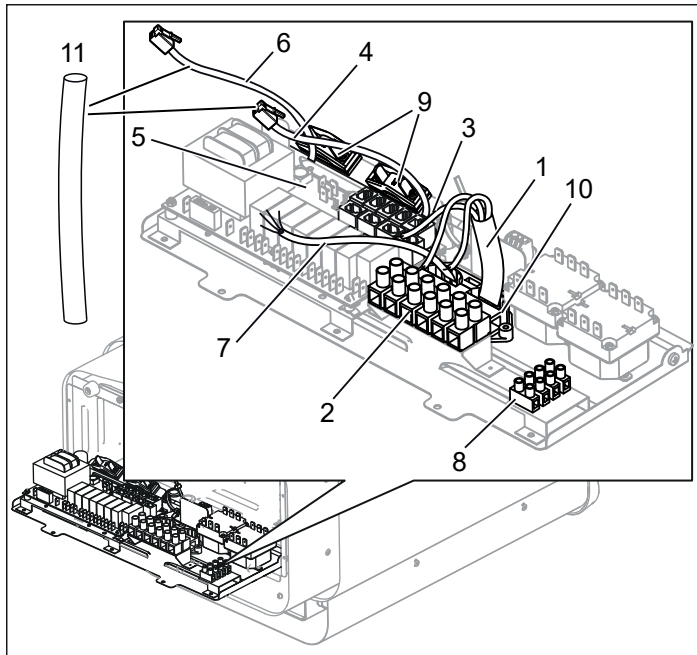
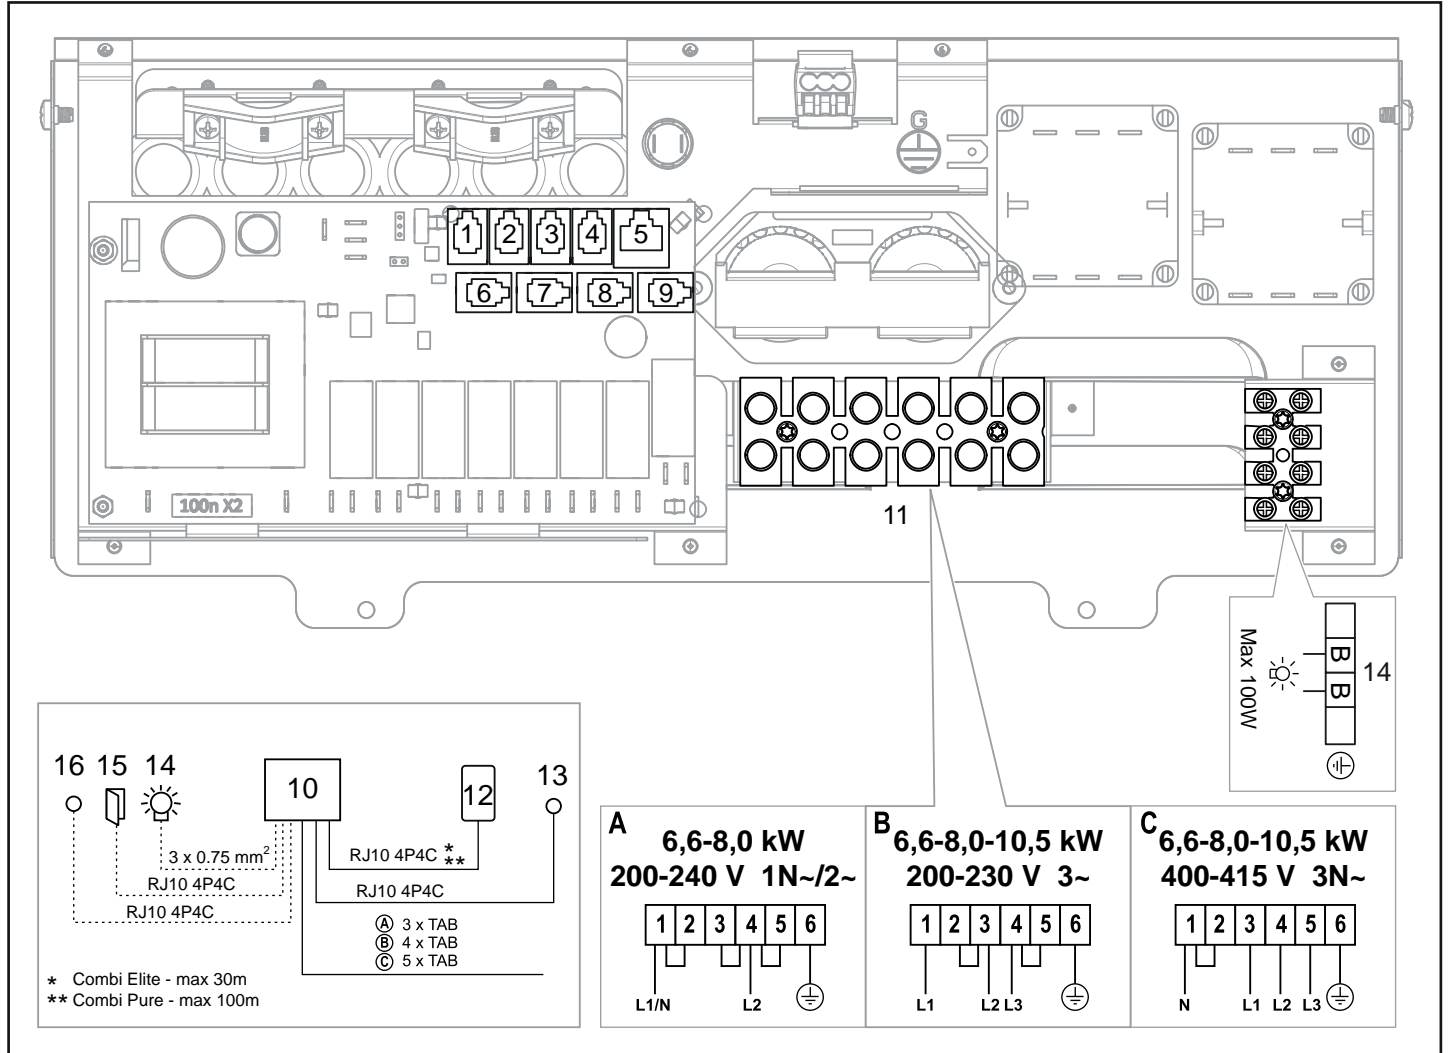

Fig 10: Kretskortet
Fig 17: Kopplingsschema
4. Anslut elkabeln (1) i plint (2) (se Fig 10) enligt kopplingsschema (se Avsnittet Anslutning/kopplingsschema, sidan 7).
5. Dra kablar för manöverpanel och temperatursensor genom kabelgenomföringarna (3). Anslut manöverpanelens kabel (4) i en av de fyra RS485-kontakterna (position 6-9) (5) (se Fig 10) enligt kopplingsschema (se Avsnittet Anslutning/kopplingsschema, sidan 7).
6. **Combi Pure:** Anslut sensorns kabel (6) till NTC-kontakten på kretskortet (position 1) (5) enligt kopplingsschema (se Avsnittet Anslutning/kopplingsschema, sidan 7).
7. Anslut eventuell kabel till belysning (7) se Fig 10, till plint (8) enligt kopplingsschema Fig 17, sidan 7.
Vid inkoppling till spänningar eller fas-tal, som inte anges i kopplingschema Fig 17, kontakta Tylö kundservice.